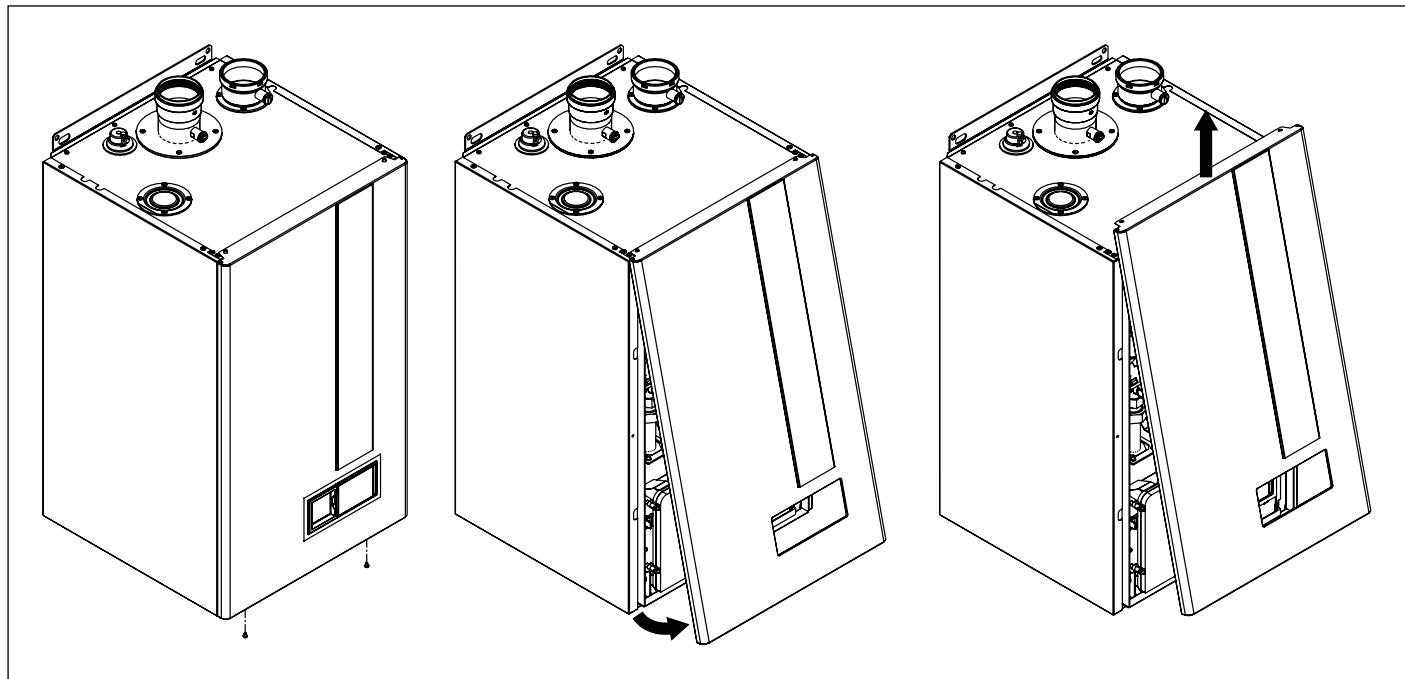

Fig. 31 Deschidere carcăsa
- Scoateți carcasa frontală a cazonului (consultați Fig. 31 Deschidere carcăsa).